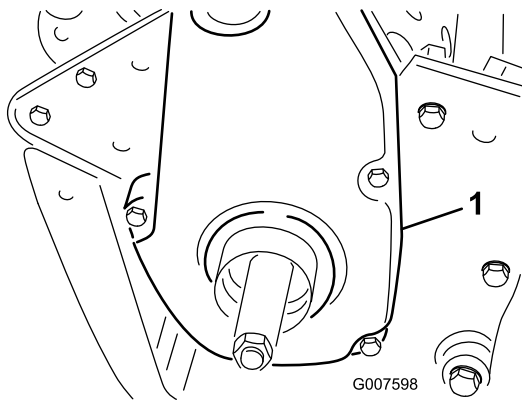

Figura 45
6. Retire la cubierta de la correa trasera del lado derecho de la máquina (**Figura 45**).